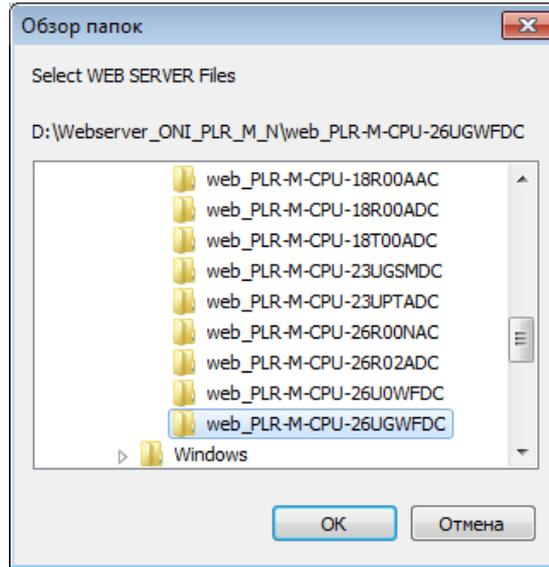

Рисунок 2.122
3. Нажмите "Путь к файлам" и выберите папку соответствующую модели ПЛК (рисунок 2.122).